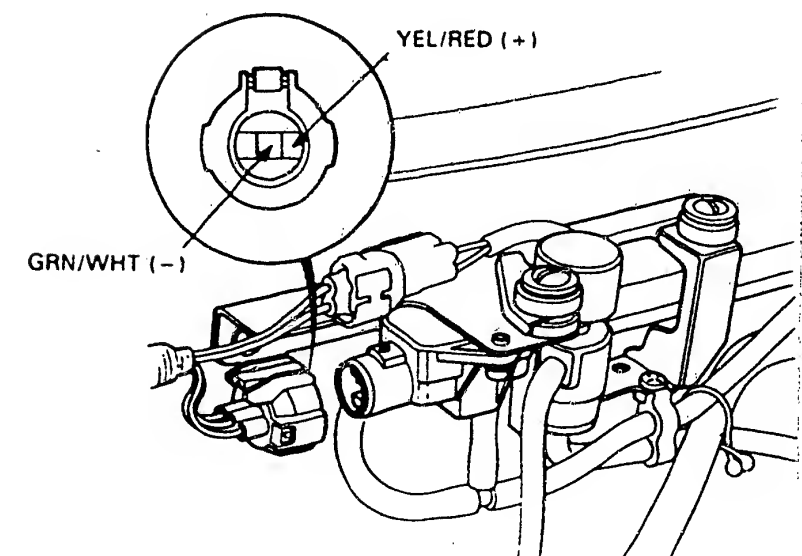

Bild 25 Das Prüfen des Saugrohrdrucks - (MAP-) Sensors am Kabelstecker.
- Vor der Prüfung ist die Sicherung Nr. 5 10s herauszunehmen. Dann: 3-poligen Stecker abziehen und nach dem Einschalten der Zündung die Spannung zwischen Klemme YEL/RED (+) und GRN/WHT(-) messen (Bild 25). Sollwert ca 5V, wenn nicht, Spannung zwischen Klemme YEL/RED und Masse feststellen. Falls sich nun 5V einstellen, ist zwischen Kl. GRN/WHT und ECU C14 oder dem MAP-Sensor eine Unterbrechung vorhanden.